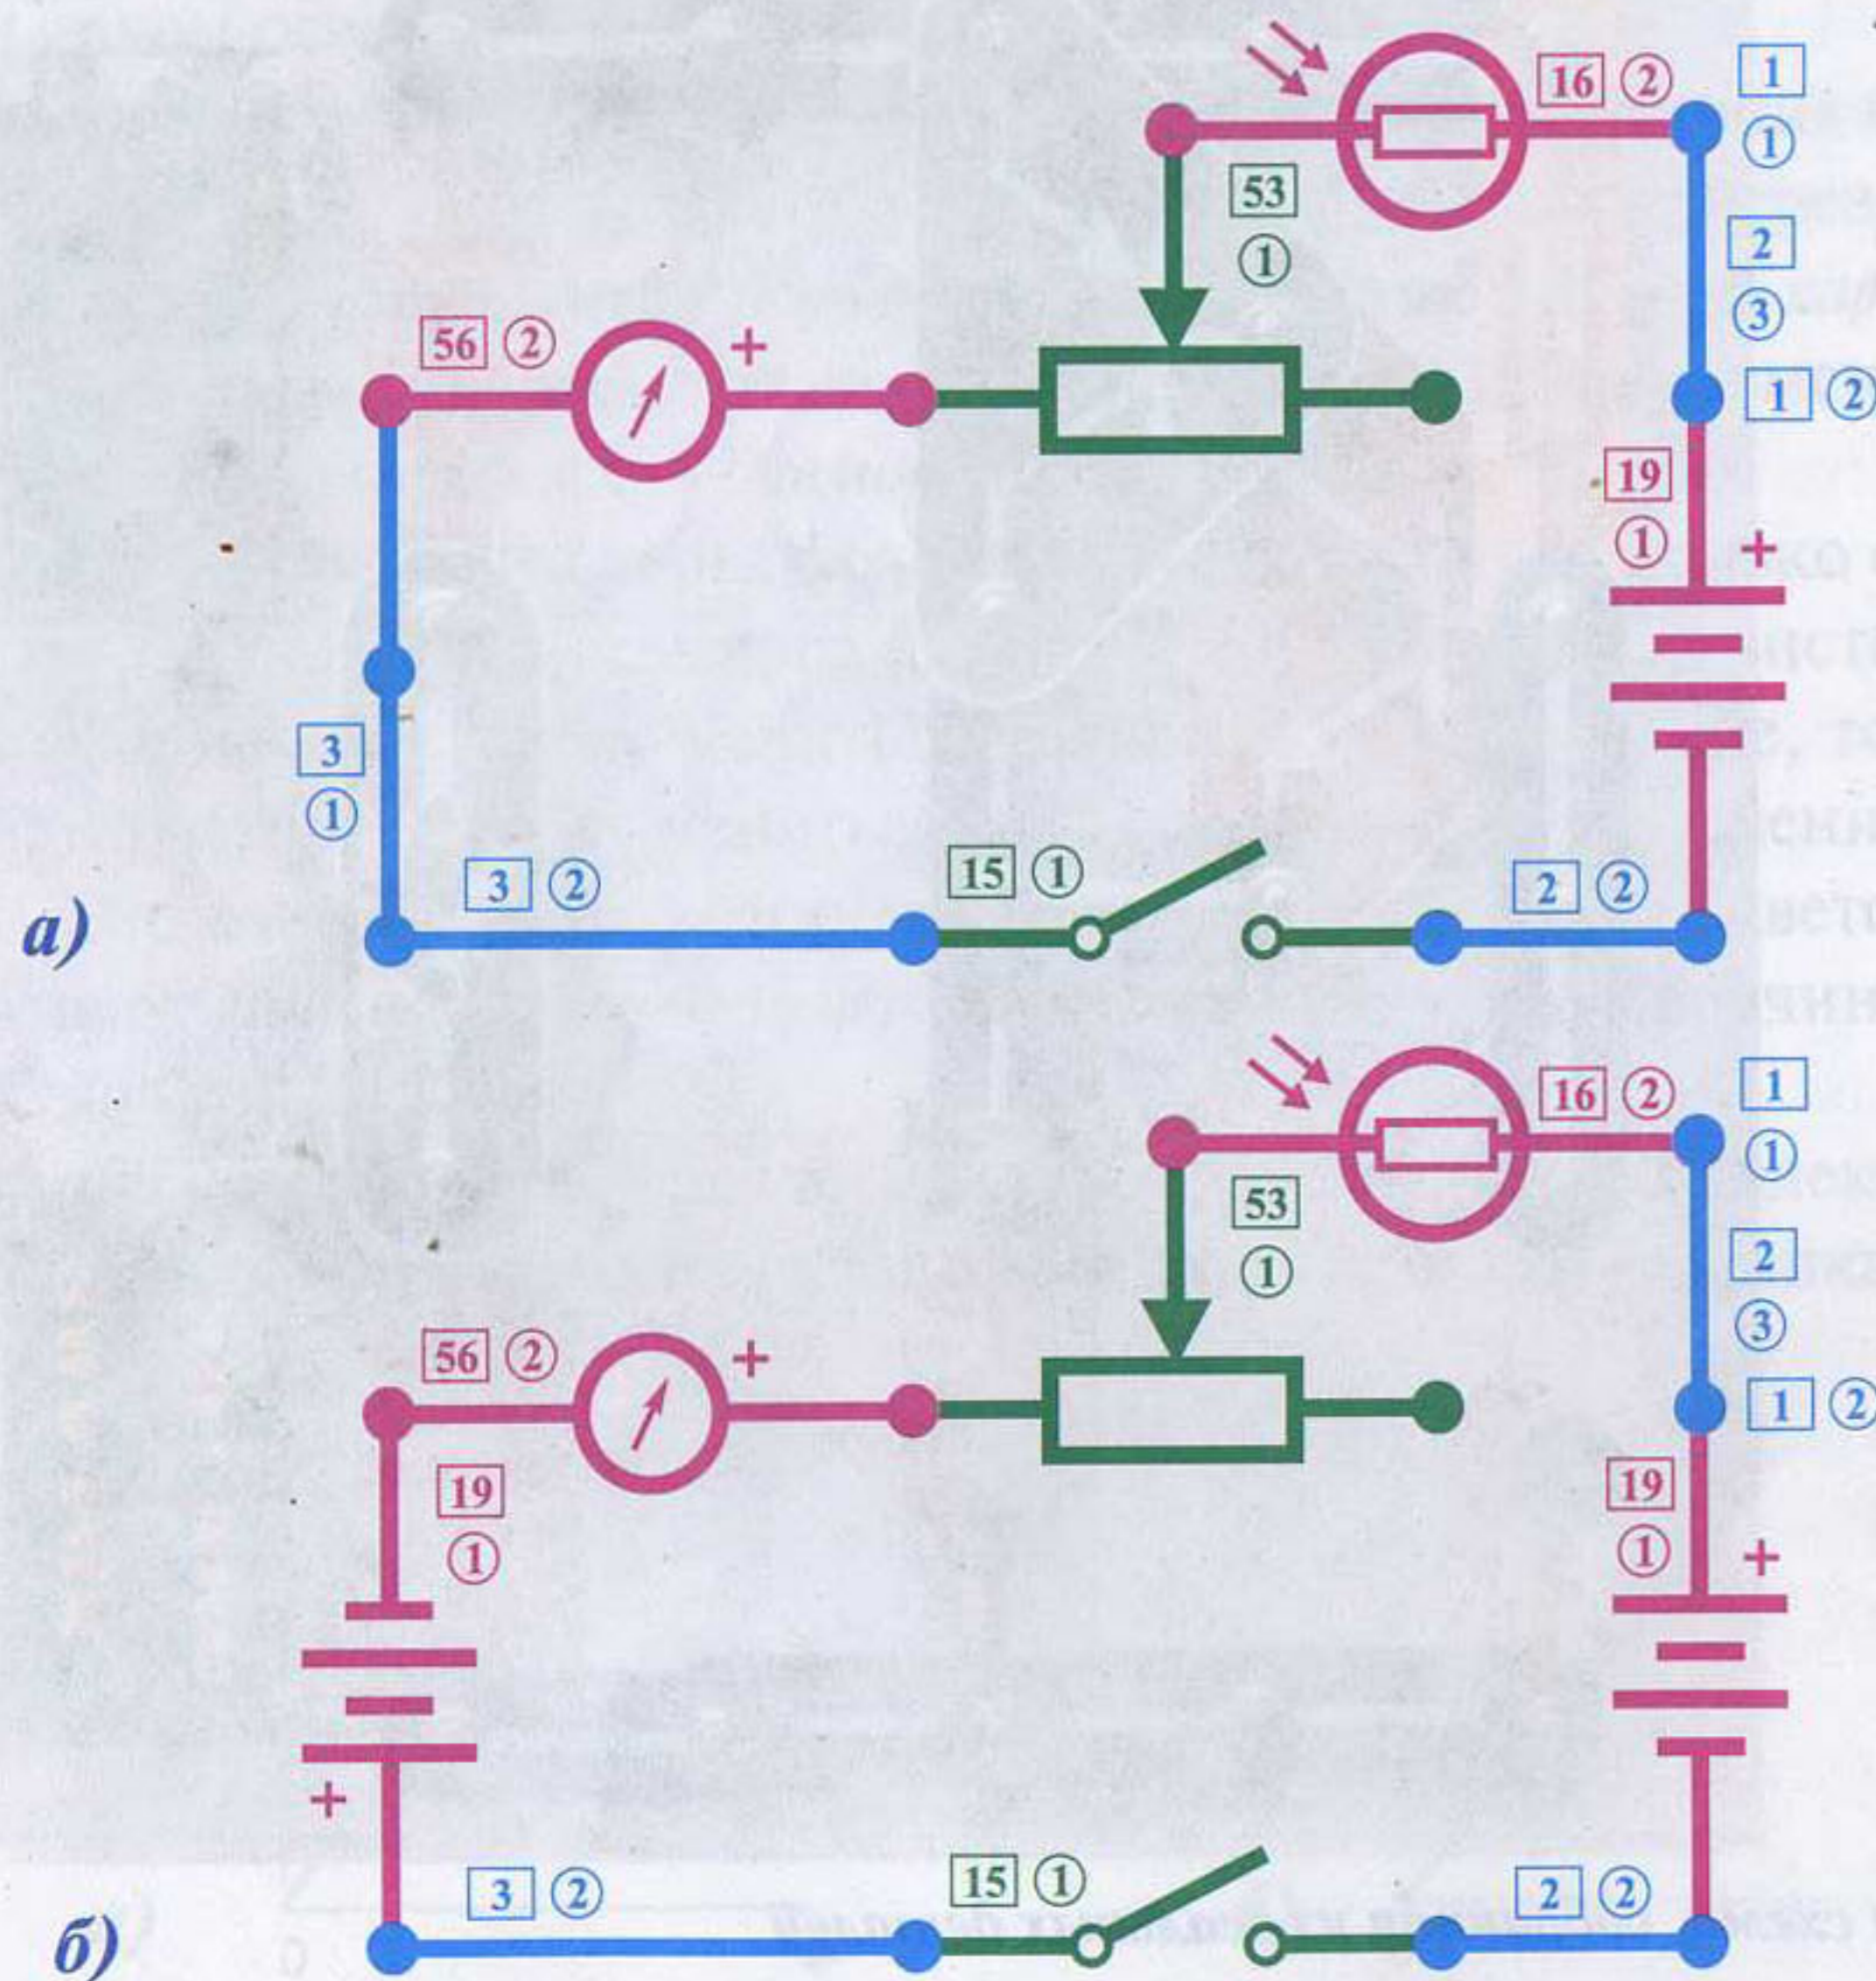
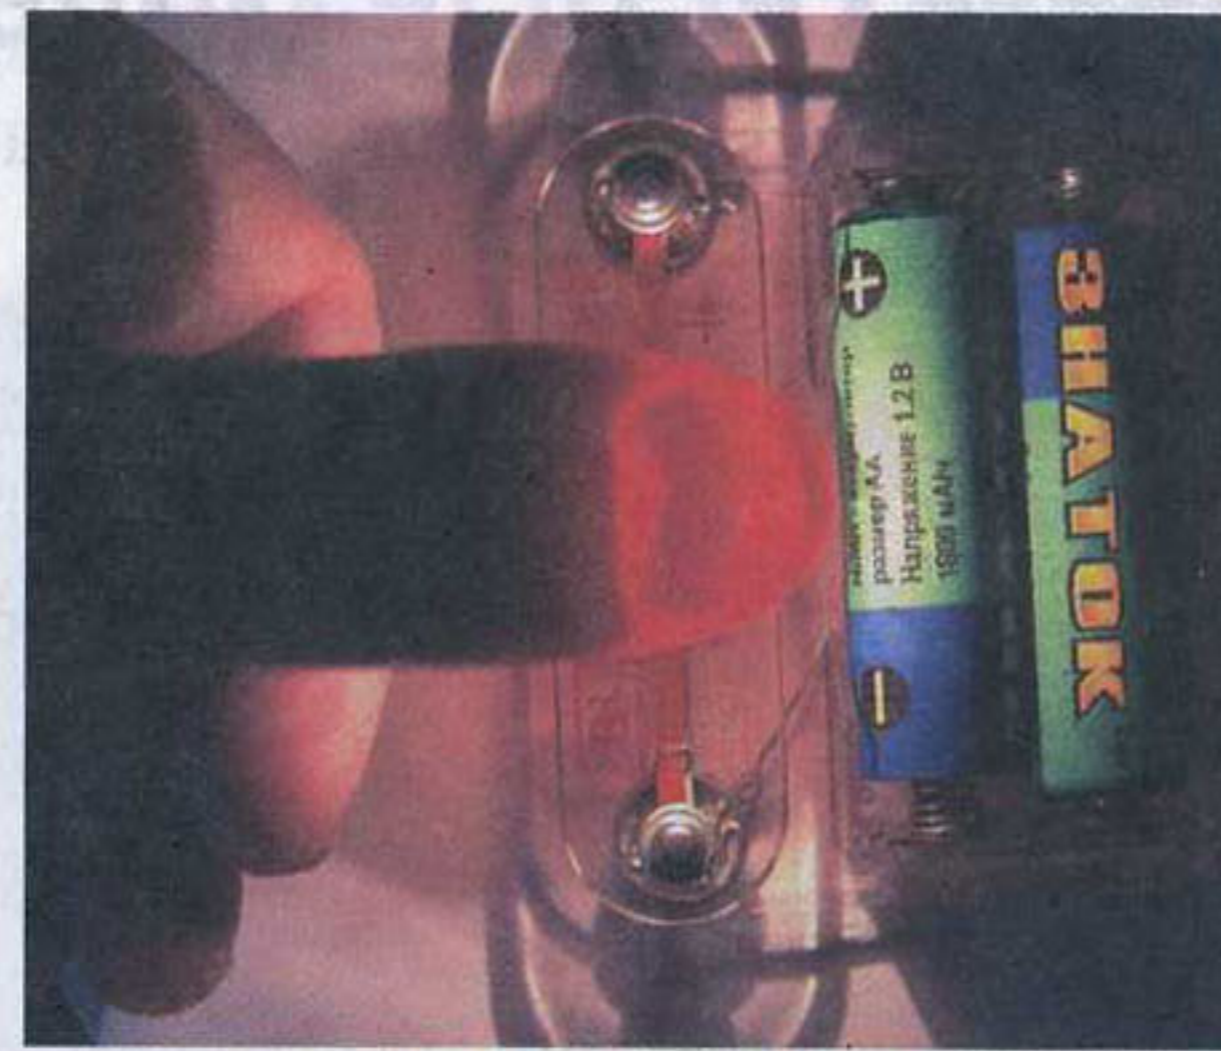

Рис. 17.4. Схемы исследования свойств фоторезистора
Рис. 17.5. При помощи пальца нельзя измерять темновое сопротивление фоторезистора
1. Убедимся, что ток, протекающий через фоторезистор, зависит от уровня освещенности. Для этого соберите схему *рис. 17.4а*. Так как освещенность в разных точках комнаты разная, то необходим реостат для регулировки тока через гальванометр. Регулируя реостат, добейтесь, чтобы стрелка гальванометра отклонилась на максимальное значение, но не далее отметки «10».
Разомкните выключатель и подключите еще одну батарею как показано на *рис. 17.4б*. Этим самым мы увеличили напряжение. Сама схема должна оставаться на прежнем месте, чтобы уровень освещенности оставался неизменным. Замкните выключатель. Занесите в таблицу новые показания микроамперметра. По закону Ома ($R = U/I$) рассчитайте значение сопротивления фоторезистора для обоих напряжений и токов и занесите их в *Таблицу 17.1*.
Казалось бы, чего проще — закрыть пальцем сверху фоторезистор, вот и темнота. Но это не совсем так. Верните схему в состояние как на *рис. 17.4а*. К освободившимся аккумуляторам подсоедините лампу 2,5 В и заслоните лампу пальцем (см. *рис. 17.5*). Палец просвечивает. А почувствует ли фоторезистор свет, проходящий сквозь палец? Закройте пальцем фоторезистор, замкните выключатель. Стрелка осталась на нуле. Теперь возьмите включенную лампу и поднесите ее сверху к пальцу. Чем ближе лампа к пальцу, тем сильнее будет отклоняться стрелка. Мы убедились, что у фоторезистора действительно высокая чувствительность. А вот если закрыть фоторезистор ластиком или книгой, то стрелка не отклонится даже при самом ярком свете. Закрывая фоторезистор тетрадными листами и постепенно увеличивая их количество, можно оценить предел его чувствительности и сравнить с чувствительностью своих глаз.
Поместите схему, собранную как на *рис. 17.4а*, рядом с окном или под самой яркой лампой на потолке. Регулируя реостат, добейтесь, чтобы стрелка гальванометра отклонилась на максимальное значение, но не далее отметки «10». Теперь при помощи этого измерителя найдите самое темное место в классе. В шкафу и под столом не в счет.